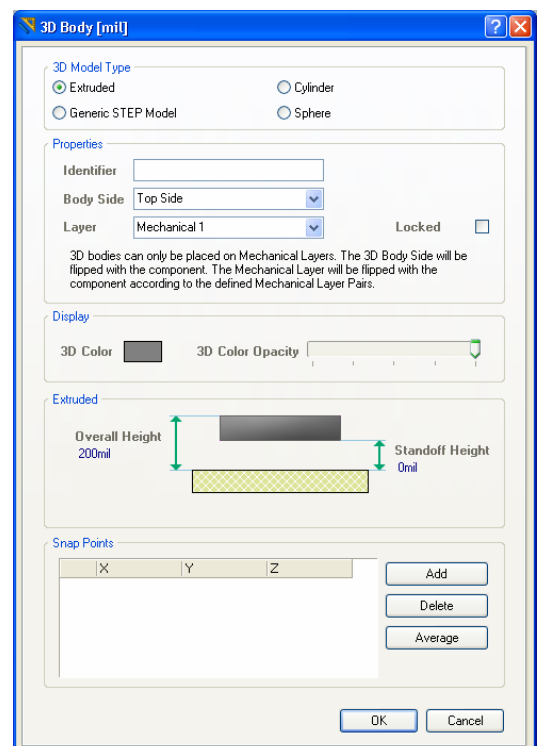

図56 3D Body ダイアログで3Dボディ属性を定義
2. Place » 3D Bodyを選択します。コマンドの起動後、3D Bodyダイアログが表示されます(図56)。Extruded オプションを3D Model Type領域から選びます。
3D ボディを編集するには、右クリックして、ポップアップメニューから **Properties** を選んで、3D Body ダイアログを開きます（図 56）。PCBLib List パネル（図 61）を使って、3D ボディをリストし、直接、編集することもできます。